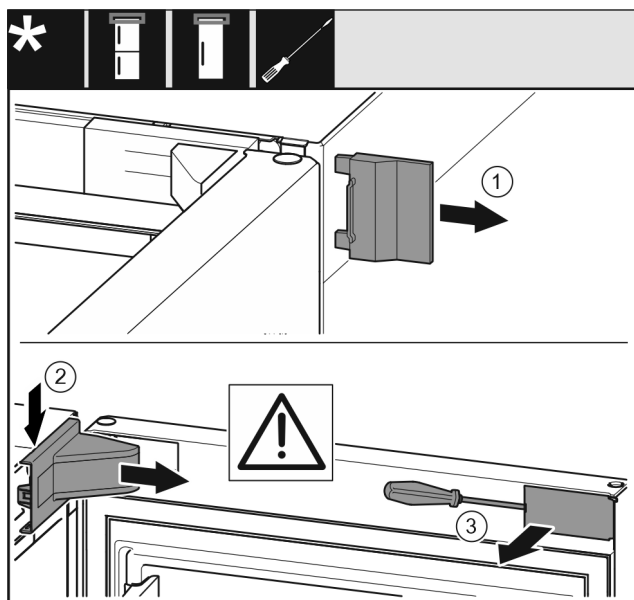

Fig. 10
- Odoberte vonkajší kryt Fig. 10 (1).
- Odistite a odoberte kryt ložiskovej konzoly Fig. 10 (2).
- Odistite kryt Fig. 10 (3) plochým skrutkovačom a odklopte ho do strany.